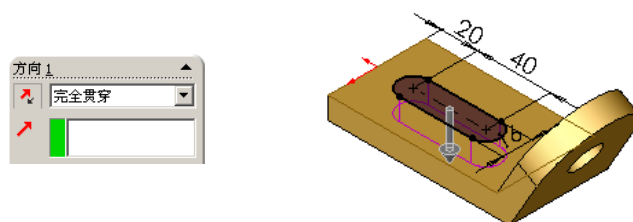

图 1-9 “切除-拉伸”特征
(9) 单击【拉伸切除】按钮，出现【切除-拉伸】属性管理器，在【终止条件】下拉列表框内选择【完全贯穿】选项，单击【确定】按钮，如图 1-9 所示。